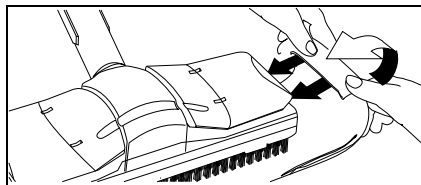

Bild 10
- Fäst torkduken (H3) på golvmunstycket (H1). Vik ihop torkduken på längden och ställ golvmunstycket på den. Drag torkdukens överstående hörn efter varandra in under hållklämmorna (H2) (se bild10).